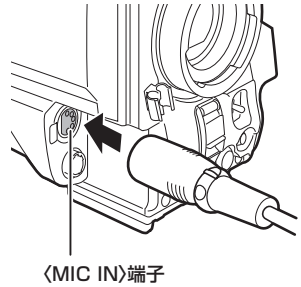

図 3
- 3 マイクの接続ケーブルをカメラの〈MIC IN〉端子に接続する。(図 3)